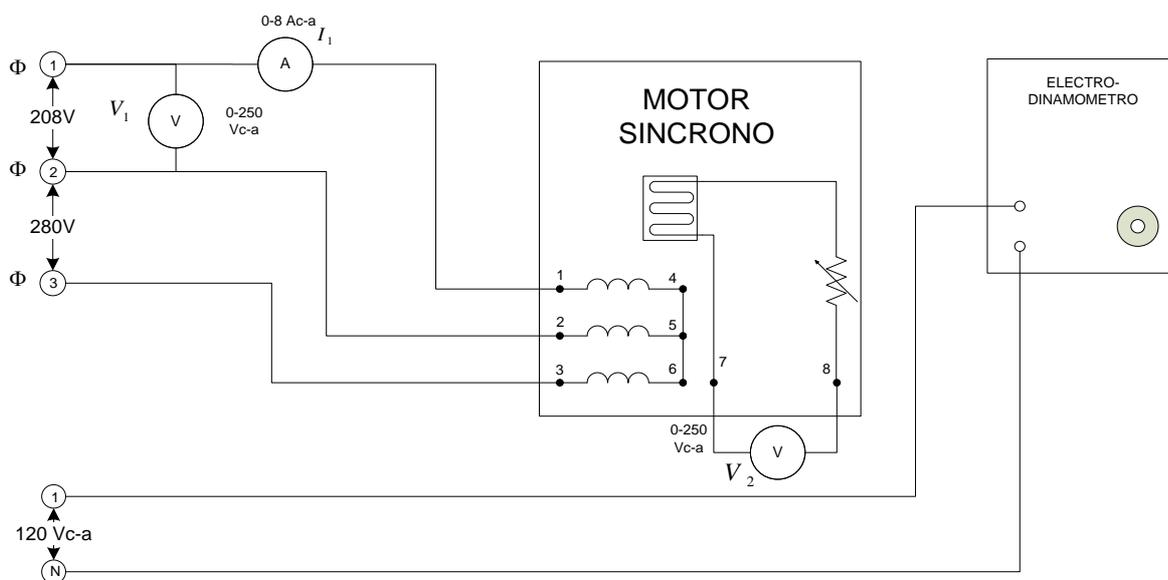

FIGURA 3
10. Conecte el Circuito que se ilustra en la figura 3. Observe cómo está conectado el motor síncrono, ésta es la configuración normal de arranque (como motor de inducción trifásico de jaula de ardilla).